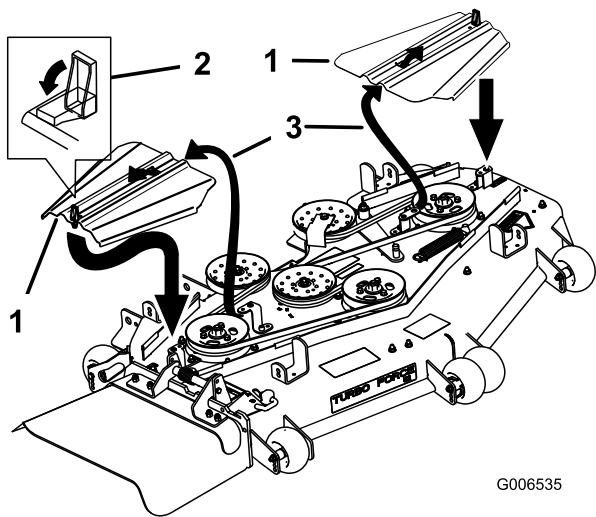

Figura 63
12. Instale las cubiertas de las correas deslizándolas sobre la pestaña, instale los pernos y cierre los enganches (Figura 63).